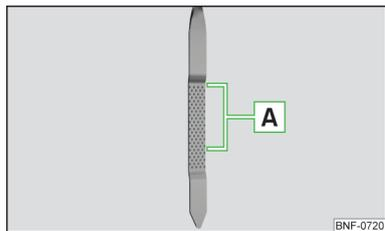

Fig. 109
Jauge d'huile » fig. 109
- Le niveau d'huile ne doit jamais être inférieur ou supérieur au niveau **A** » fig. 109 - risque d'endommagement du moteur et du système d'échappement !